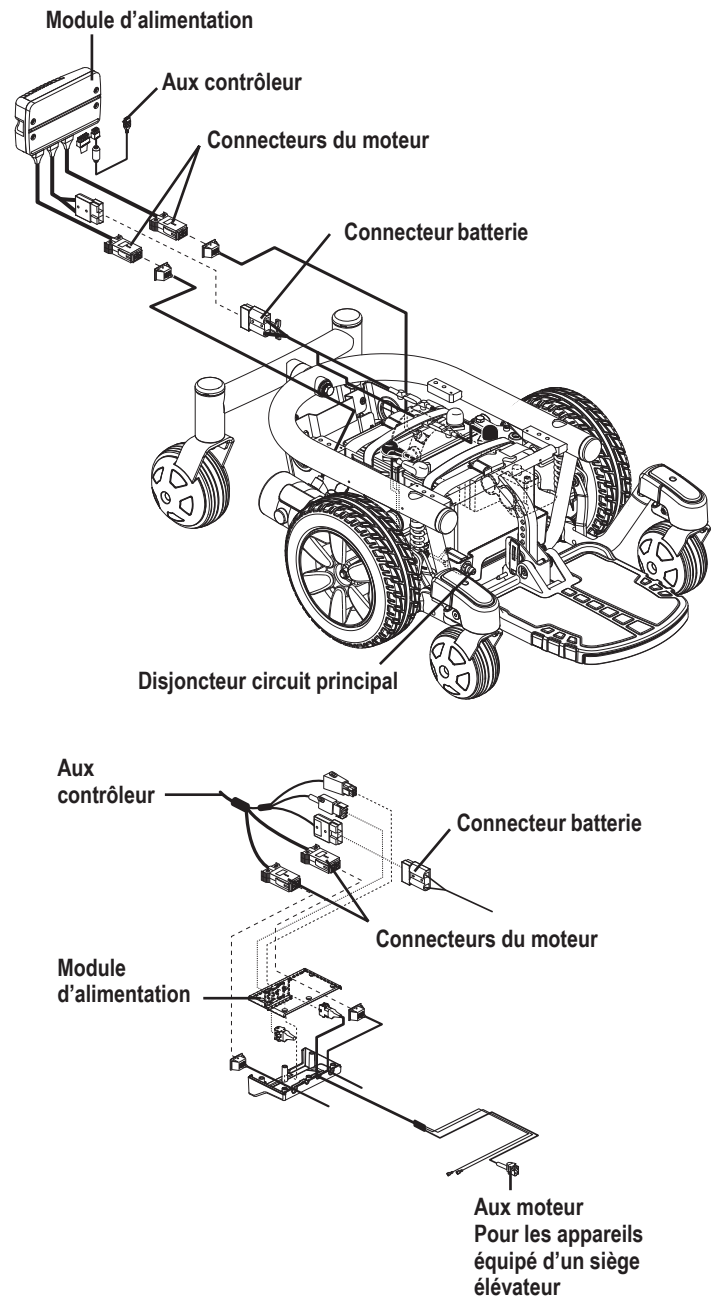

Figure 1. Composantes électronique du J6
Le J6 possède deux composantes principales: le module de siège et la base motorisée. Typiquement, le module de siège est composé des appuis-bras, du dossier et de la base du siège. La base motorisée comprend un ensemble moteurs/freins double, deux roues centrales, quatre roues pivotantes, deux batteries et les composantes électroniques. **Voir J6 (page 4) et la figure 1.**
Les composantes électroniques sont situées soit à l'intérieur de la base motorisée. Le disjoncteur du circuit principal est situé sur le devant de le plateau à batteries. Les connecteurs du contrôleur sont aussi placées à l'intérieur de la base motrice. **Voir la figure 1.**
6. Branchez le connecteur du contrôleur dans la base motorisée. **Voir la figure 1.**
4. Débranchez le/les connecteur(s) du contrôleur de la base motorisée. **Voir la figure 1.**